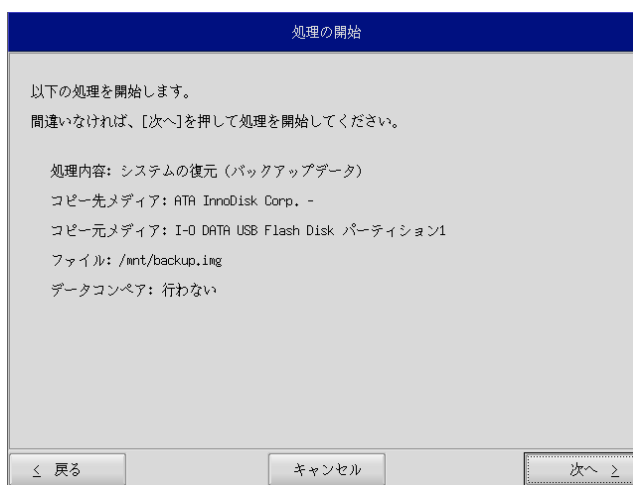

図 5-2-6. 確認画面
- ⑪ 確認画面 (図 5-2-6) が表示されます。メディア、パーティション、バックアップファイルを確認します。[次へ]ボタンを押します。